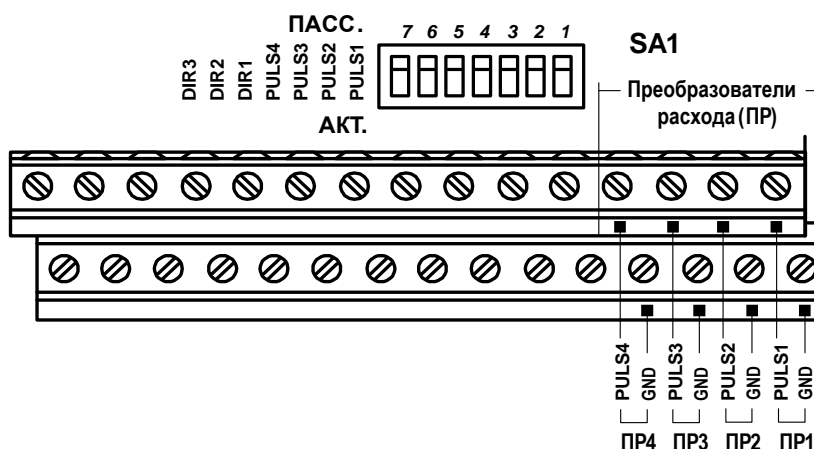

Рис.22. Маркировка коммутационных элементов подключения ПР.
6.5.2.1. Входы предназначены для подключения датчиков расхода с выходным частотным либо импульсным сигналом. Маркировка коммутационных элементов для подключения ПР показана на рис.22.